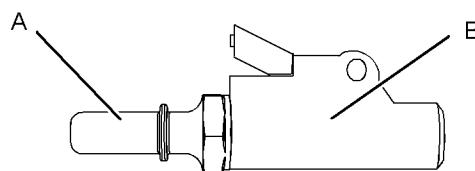

図 64
3. 保護キャップ(1)を取り外します。バルブ(2)を押して空気を抜きます。Perkinsでは、適切な長さの汚れのないホースが取り付けられたタイヤインフレータを使用することを推奨しています。図64をご参照ください。